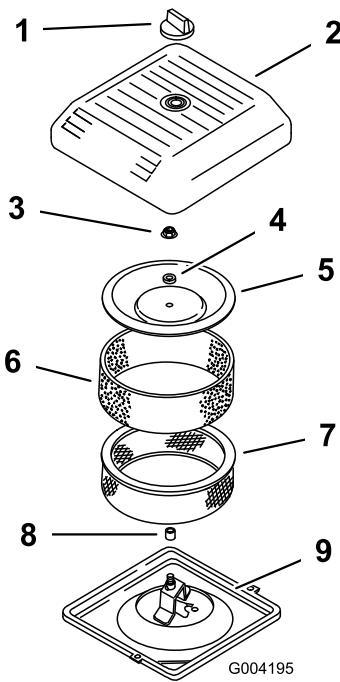

Bild 39
3. Schrauben Sie das Handrad ab und entfernen Sie die Luftfilterabdeckung (Bild 39).
4. Schieben Sie den Schaumvorfilter vorsichtig vom Papiereinsatz herunter (Bild 39).
5. Schrauben Sie die Abdeckungsmutter ab und nehmen Sie die Abdeckung und den Papiereinsatz ab (Bild 39).
2. Schieben Sie den Luftfilter auf das Luftfilterunterteil (Bild 39).
3. Setzen Sie die Abdeckung und das Distanzstück auf und befestigen Sie sie mit der Flügelmutter (Bild 39). Ziehen Sie die Mutter auf 11 N·m an.
4. Setzen Sie die Luftfilterabdeckung ein und befestigen Sie sie mit dem Handrad (Bild 39).